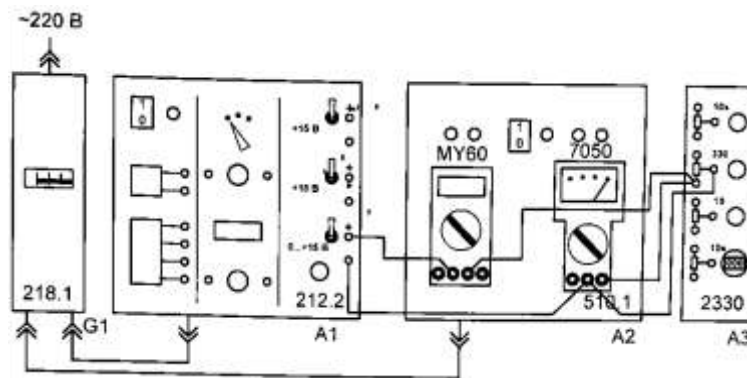
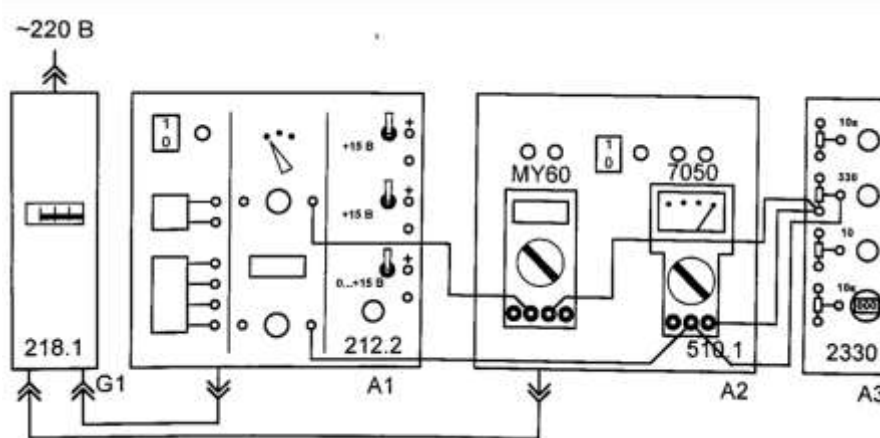

Рис. 9. Схема электрическая соединений для измерения мощности методом амперметра и вольтметра в цепи постоянного тока.
Рис. 10. Схема электрическая соединений для измерения мощности методом амперметра и вольтметра в цепи переменного тока.
–соедините аппаратуру в соответствии со схемой электрической соединений выполняемого эксперимента рис. 9 или рис. 10.